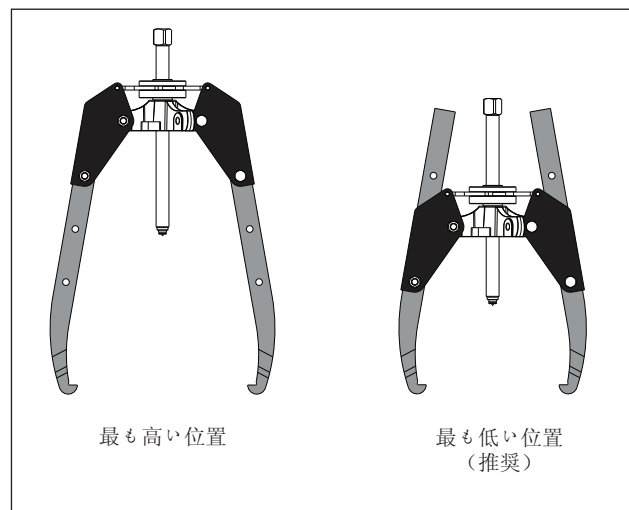

図5: ジョーの取り付け位置 (一般的)
- 実施用途に対して許容される最も低い穴を使用して、各ジョーを取り付けます。これにより、大きな力が加えられた時のジョーの量と調節ロッドの変形が軽減されます。図5を参照してください。